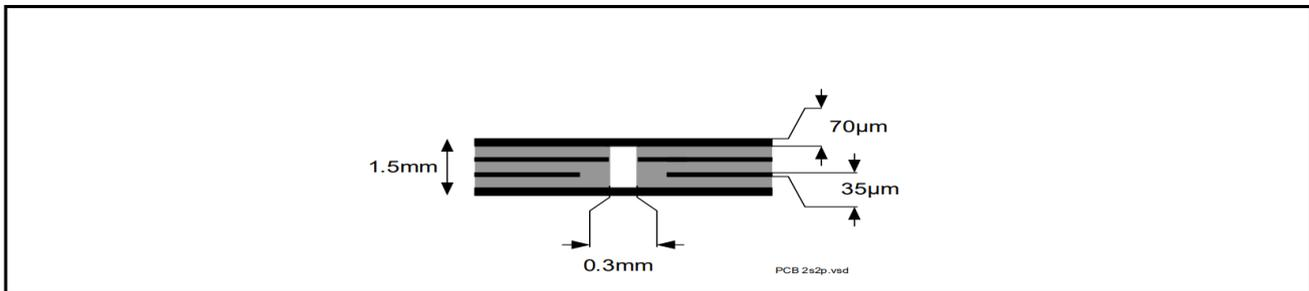

图 4 2s2p PCB 截面
- 2) 指定的 R_{thJA} 值是根据 JEDEC JESD51-2,-5,-7 在 FR4 2s2p 板上的自然对流，在 $T_A = 105^{\circ}\text{C}$ 耗散功率为 1 W 的情况下；产品（芯片 + 封装）在 76.4 x 114.3 x 1.5 mm 板，具有 2 个内部铜层（2 x 7 μm Cu、2 x 35 μm Cu）的情况下仿真。在适用的情况下，裸露的散热焊盘下方的导热过孔阵列接触第一内部铜层。请参考 图4 。